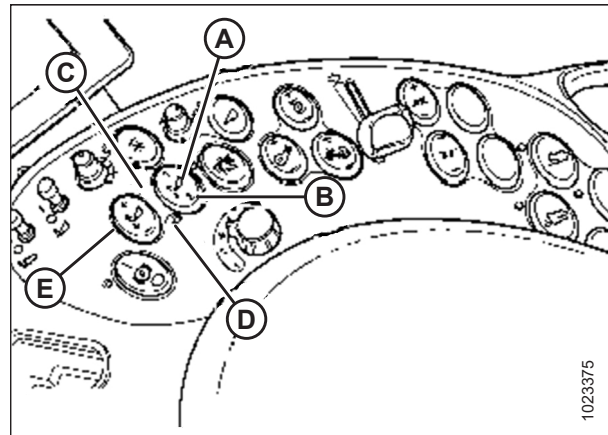

Figura 4.60: Controles de la cosechadora Case
Puede hacer ajustes en estos valores de consigna al utilizar el interruptor AJUSTE MENOR (E) en la Figura 4.60, página 128.